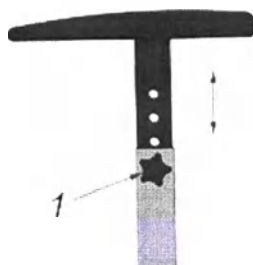

Рис.1.9
6.6 Кресло оснащено съёмными подлокотниками, имеющими мягкие накладки на поручнях. Для снятия подлокотника, разожмите барашек (поз.1, рис.1.9) и поднимите подлокотник вверх. Подлокотники регулируются по высоте по отверстиям.